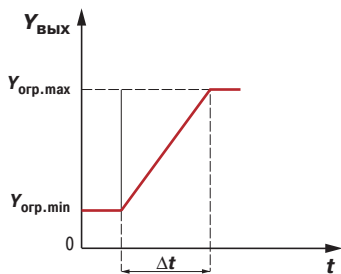

Рис. 10
- скорости изменения  $v_{огр} = \frac{Y_{огр.max} - Y_{огр.min}}{\Delta t}$  (**рис. 10**), используемые для